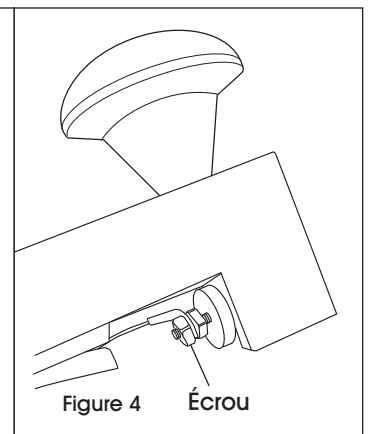

Figure 4
3. Remove the first nut on the bolt that runs through the insulator to release the upper end of the sealing wire. (See Figure 4)
3. Retirez le premier écrou sur le boulon qui traverse l'isolant pour dégager l'extrémité supérieure du fil de scellage. (Voir Figure 4)